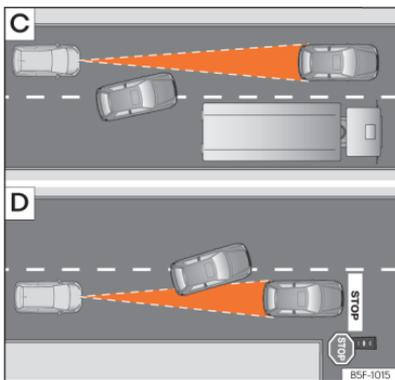

Fig. 143 **C** Mudança de faixa de um veículo.
- Veículos que mudem para a faixa na qual circula a pouca distância do veículo >>> Fig. 143 **C**.
O ACC não reage perante veículos detidos. Se, por exemplo, um veículo detetado pelo ACC roda ou se afasta e em frente do mesmo se encontra um veículo parado, o ACC não reagirá face a este último >>> Fig. 143 **D**.